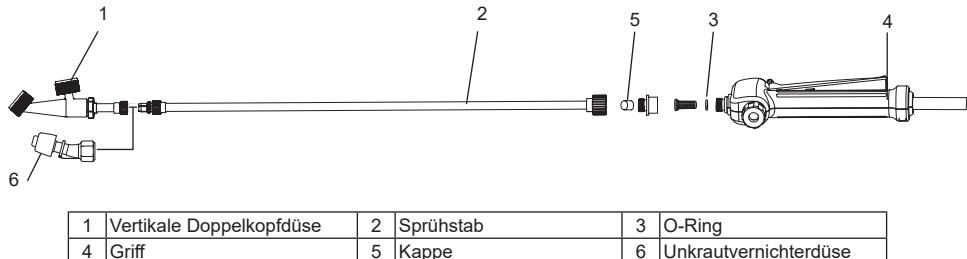

Abbildung 1
2. Bestätige, dass der O-Ring richtig angebracht wurde, fädle dann den Sprühstab auf den Griff und ziehe ihn anschließend fest an. Siehe Abbildung 1.